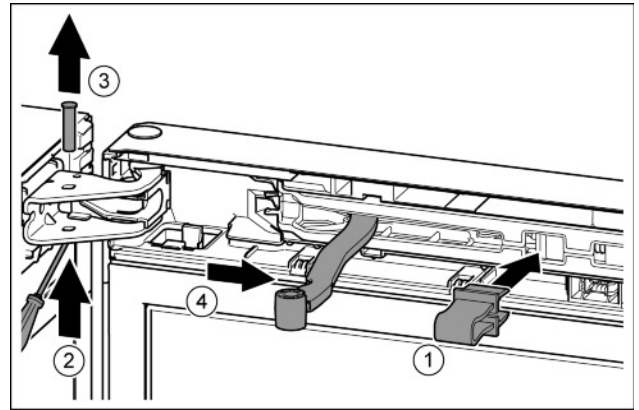

Fig. 9
- u Introduire l'arrêttoir dans l'ouverture. Fig. 9 (1)
- u Desserrer le boulon avec un tournevis. Fig. 9 (2)
- u Sortir le boulon par le haut. Fig. 9 (3)
- u Tourner l'articulation en direction de la porte. Fig. 9 (4)